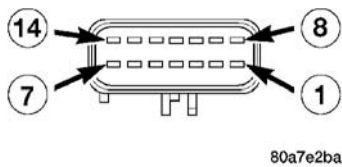

图 2 电动车窗主开关接头
- （2）用一个欧姆表测试驾驶员侧车门开关的导通性，如（图 2）所示。